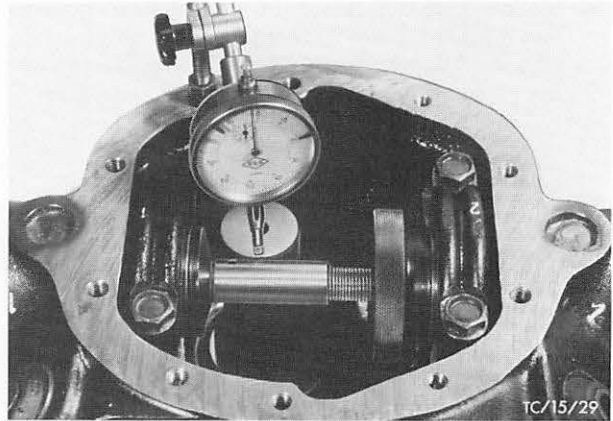

Abb. 69 Meisterritzel justieren
21. Jetzt Taststift der Meßuhr am äußersten Rand der Meisterritzel-Stirnfläche in unmittelbarer Nähe der Meßwelle einrichten. Meisterritzel langsam drehen und auf den Gesamtausschlag des Meßuhrzeigers achten. Danach Meisterritzel so weit drehen, bis die Meßuhr den halben Wert des gemessenen Ausschlags anzeigt. Nach diesem Vorgang darf das Meisterritzel nicht mehr gedreht werden. Abb. 69.